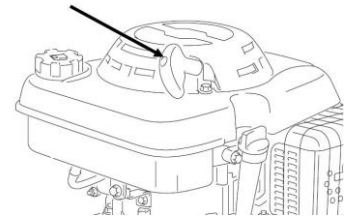

Fig. 5c
- Afferrare la maniglia di avviamento (10) e tirare lentamente finché non si avverte resistenza, quindi estrarla rapidamente. (Fig. 5c)